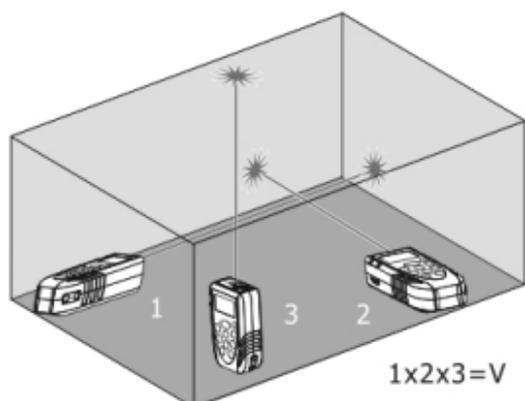

Fig. 8 : Exemple de mesure de Volume
3. Appuyer sur la touche  ou sur la touche latérale **MEAS** pour exécuter la première mesure (longueur) de la surface (voir Fig. 8). La valeur correspondante est insérée dans le premier écran partiel. Le symbole «  » s'affiche avec côté « 1 » clignotant.
4. Appuyer sur la touche  ou sur la touche latérale **MEAS** pour exécuter la deuxième mesure (largeur) de la surface (voir Fig. 8). La valeur correspondante est insérée dans le deuxième écran partiel. La valeur de l'aire correspondante apparaît à l'écran résultant. Le symbole «  » s'affiche avec côté « 2 » clignotant.
5. Appuyer sur la touche  ou sur la touche latérale **MEAS** pour exécuter la troisième mesure (hauteur) (voir Fig. 8). La valeur totale du volume apparaît à l'écran résultant de l'afficheur principal.